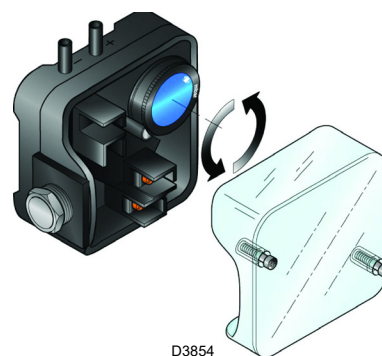

Abb. 30
- Stellen Sie den Luftdruckwächter (Abb. 30) auf den Skalenanfangswert ein.
Führen Sie die Einstellung des Luftdruckwächters aus, nachdem alle anderen Einstellungen des Brenners bei auf den Skalenanfang eingestellten Luftdruckwächter vorgenommen wurden (Abb. 30).